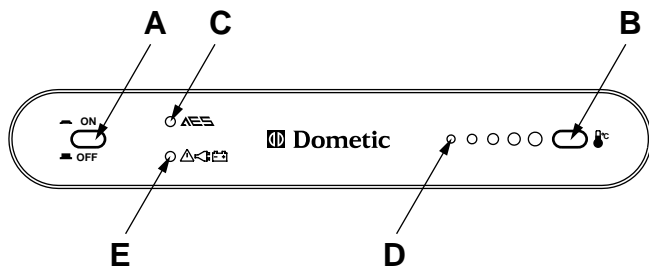

Fig. 1
Die Bedienungsblende wird in fig. 1 gezeigt. Das Gerät wird mit dem Hauptschalter (A) eingeschaltet. Die AES LED (C), leuchtet grün auf - AES ist betriebsbereit. Der Taster (B) dient der Einstellung des elektronischen Kühlraumthermostates.
Die Positionsnummern im Text beziehen sich auf Fig. 1.
Es gilt: Im Tankstellenbereich ist das Betreiben offener Flammen verboten. Falls der Aufenthalt länger als 15 min. dauern kann, ist das AES Gerät beim Tankstop am Hauptschalter (A in fig. 1) auszuschalten.
Wenn die Spannung über einen bestimmten Zeitraum zu niedrig ist, wählt die Elektronik den Gasbetrieb an und bleibt solange in dieser Betriebsart, bis die Höhe der elektrischen Spannung wieder den Normalwerten entspricht. Diese Betriebsart wird durch die gelbe LED (E in fig. 1) angezeigt.
Die Positionsnummern beziehen sich auf Fig. 1.
1. Schalter (A) auf "OFF" stellen, (Fig. 1).